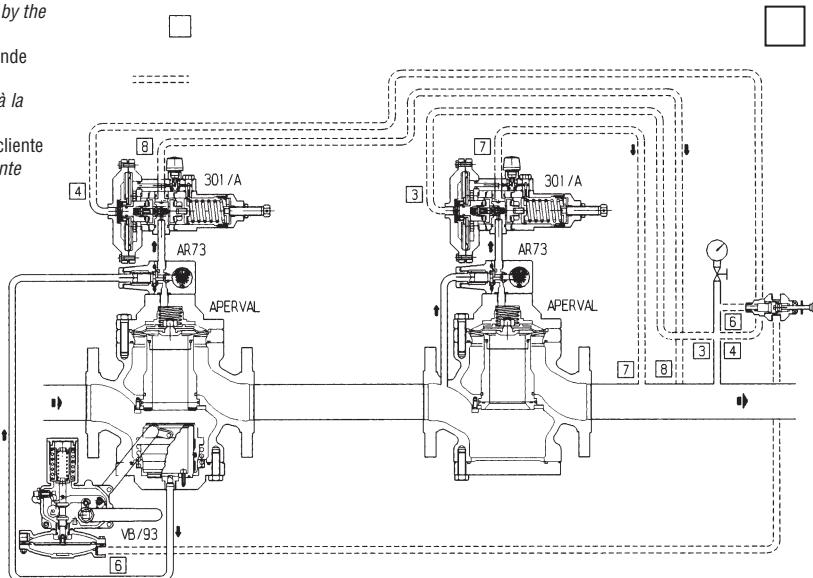

Fig. 13
- regolatore APERVAL, in tutto uguale al regolatore principale (fig. 13).
- *APERVAL regulator, the same in all ways as the main regulator (fig. 13).*
- APERVAL, genau dem Hauptregler entsprechend (Abb. 13).
- un détendeur APERVAL parfaitement identique au détendeur principal (Fig. 13).
- regulador APERVAL, igual en todo al regulador principal (fig. 13).